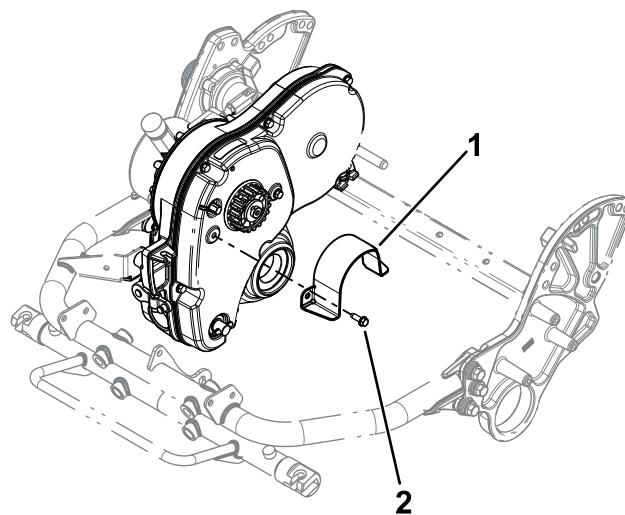

Figure 1
6. Déposez la protection existante du coupleur du couvercle de la transmission (Figure 1).